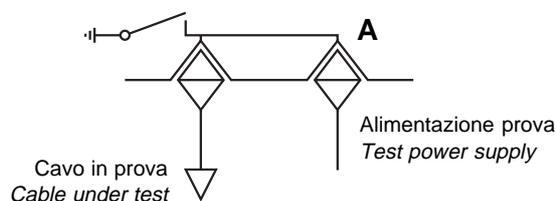

Fig. 44
Gli isolatori passanti di collegamento fig. 44 (A) sono collegati in parallelo agli isolatori passanti del quadro dove sono connessi i terminali dei cavi di potenza e le apparecchiature di messa a terra (sezionatore di terra o interruttore associato al sezionatore di linea).
- ⚠️ ● Riposizionare i tappi isolanti negli isolatori "A" fig. 44 prima della messa in servizio.
The connection insulator bushings - fig. 44 (A) are connected in parallel to the insulator bushings of the switchboard where the power cable terminals and the earthing apparatus (earthing switch or circuit-breaker associated with the line-side isolator) are connected.
- ⚠️ ● Remount the insulating caps in the insulators "A" fig. 44 before putting into service.